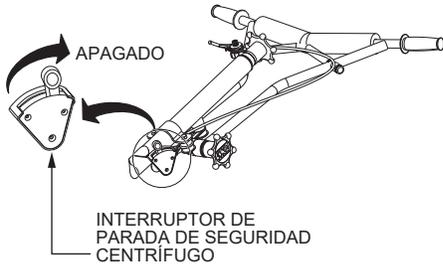

Figura 33. Interruptor de parada de seguridad centrífugo (APAGADO)
- Con el motor funcionando al ralentí, ponga la palanca del interruptor de parada de seguridad en la posición de **APAGADO** (Figura 33). Verifique que el motor esté apagado. Si el motor sigue funcionando, reemplace el interruptor de parada de seguridad centrífugo.